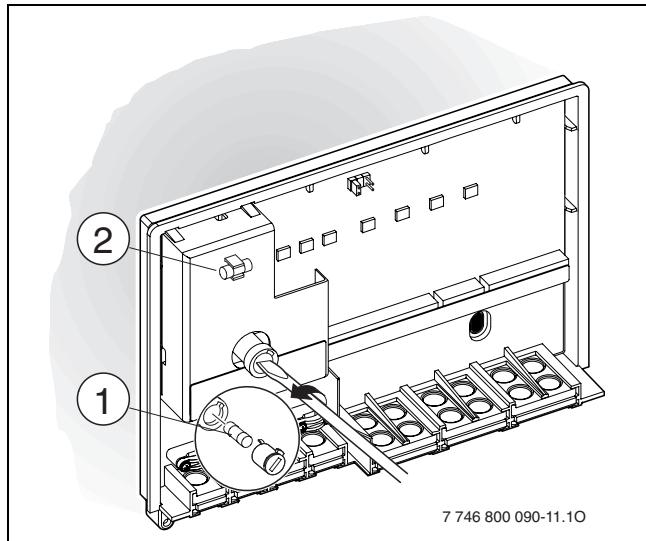

Fig. 14
- ▶ Remplacer le fusible [1] par un autre du même type (2,5 AT, céramique, rempli de sable) (→ figure 14). Un fusible de remplacement [2] se trouve dans le couvercle du module ICM.